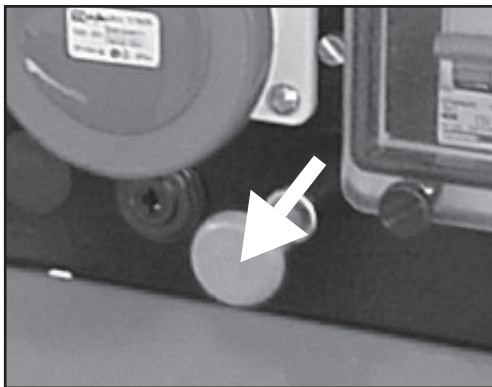

Fig. 8
- 3) Model P9000 – WP230: Hiv i grebet på kontrolpanelet (se fig. 8). Vent til motoren er helt standset og drej så nøglen over i "OFF" position.